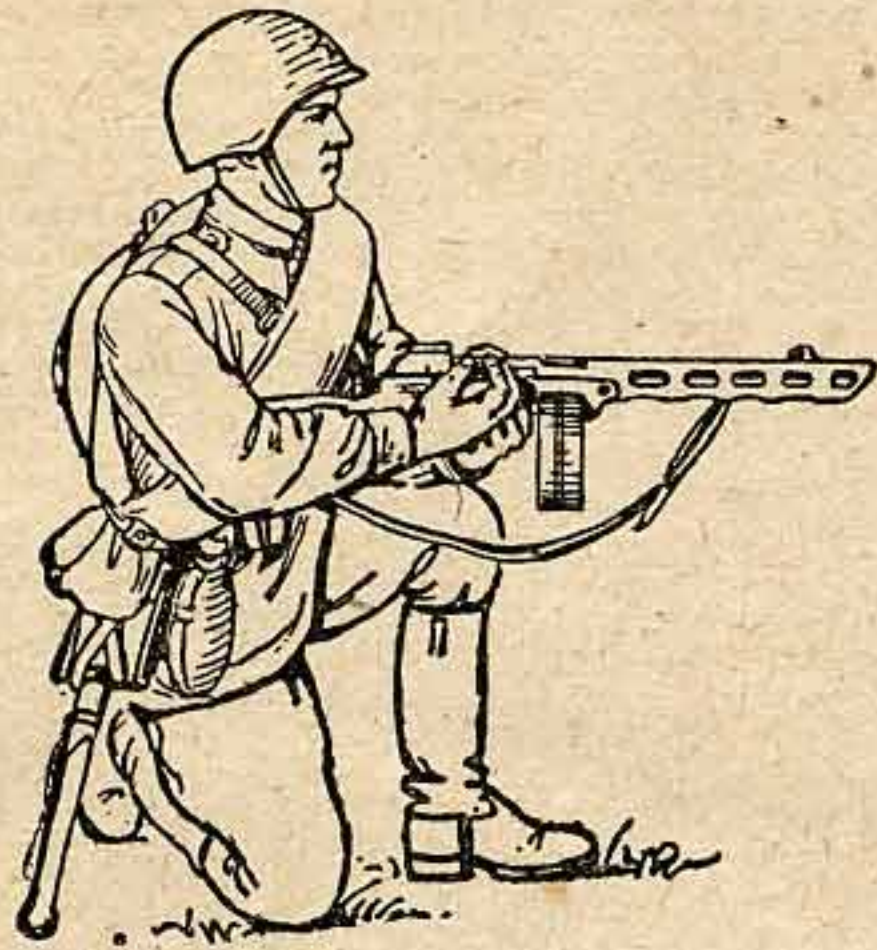

Рис. 62. Изготовка с колена
73. Для стрельбы с колена надо: правой рукой снять автомат, скинув ремень с плеча (с шеи), а левой рукой подхватить его снизу; одновременно подать назад правую ногу, быстро опуститься на правое колено и присесть на каблук; левую руку с автоматом положить на бедро левой ноги, а правую руку перенести к рукоятке затвора (рис. 62); зарядить автомат, установить прицел. Голень левой ноги держать по возможности отвесно; бёдра правой и левой ног должны при этом составлять угол немного меньше прямого.